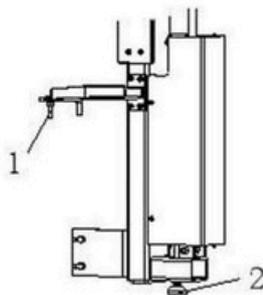

Fig 10
- 2) Fixe a coluna no corpo com quatro parafusos 1 e ajuste o suporte 2 em um local adequado; (Fig. 10)